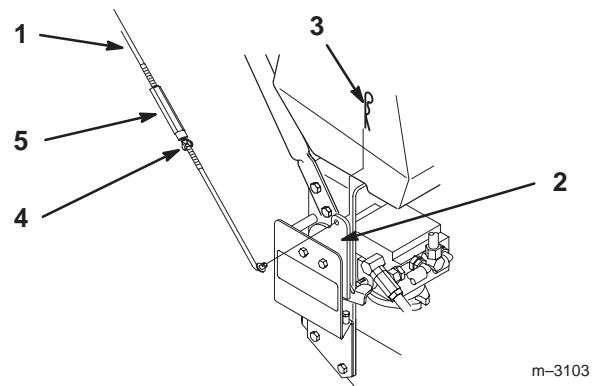

Figure 5
1. Introduisez la tige dans le support de commande et fixez-la avec la goupille fendue (Fig. 5).
- Desserrez l'écrou papillon sur la tige de commande droite et tournez le tendeur dans un sens ou dans l'autre pour changer la correction directionnelle. Fixez le tendeur en position avec l'écrou papillon (Fig. 5).